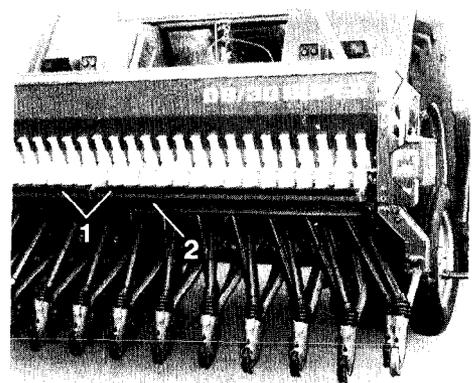

Fig. 23
- Die Abdrehmulden (Fig. 23/1) auf die Trichterschiene (Fig. 23/2) stellen.